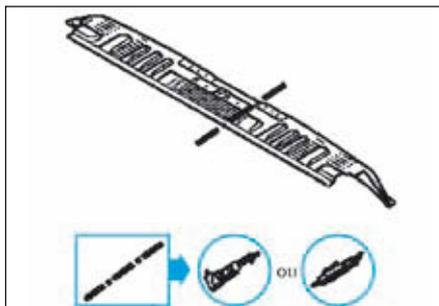

FIG.131
- Tracer puis découper la jupe arrière (Fig.131), (Fig.132) et (Fig.133).
- Tracer puis percer à l'aide d'un foret pour un soudage ultérieur par points (Fig.131), (Fig.132) et (Fig.133).
- points électriques (Fig.131), (Fig.132) et (Fig.133),